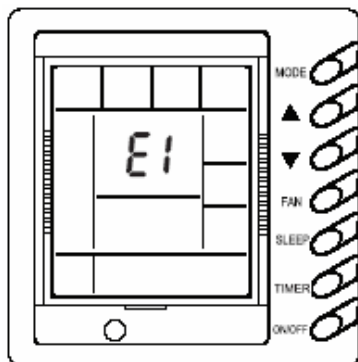

Fig. 23
1.7 Voyant d'erreurs (Fig. 23)